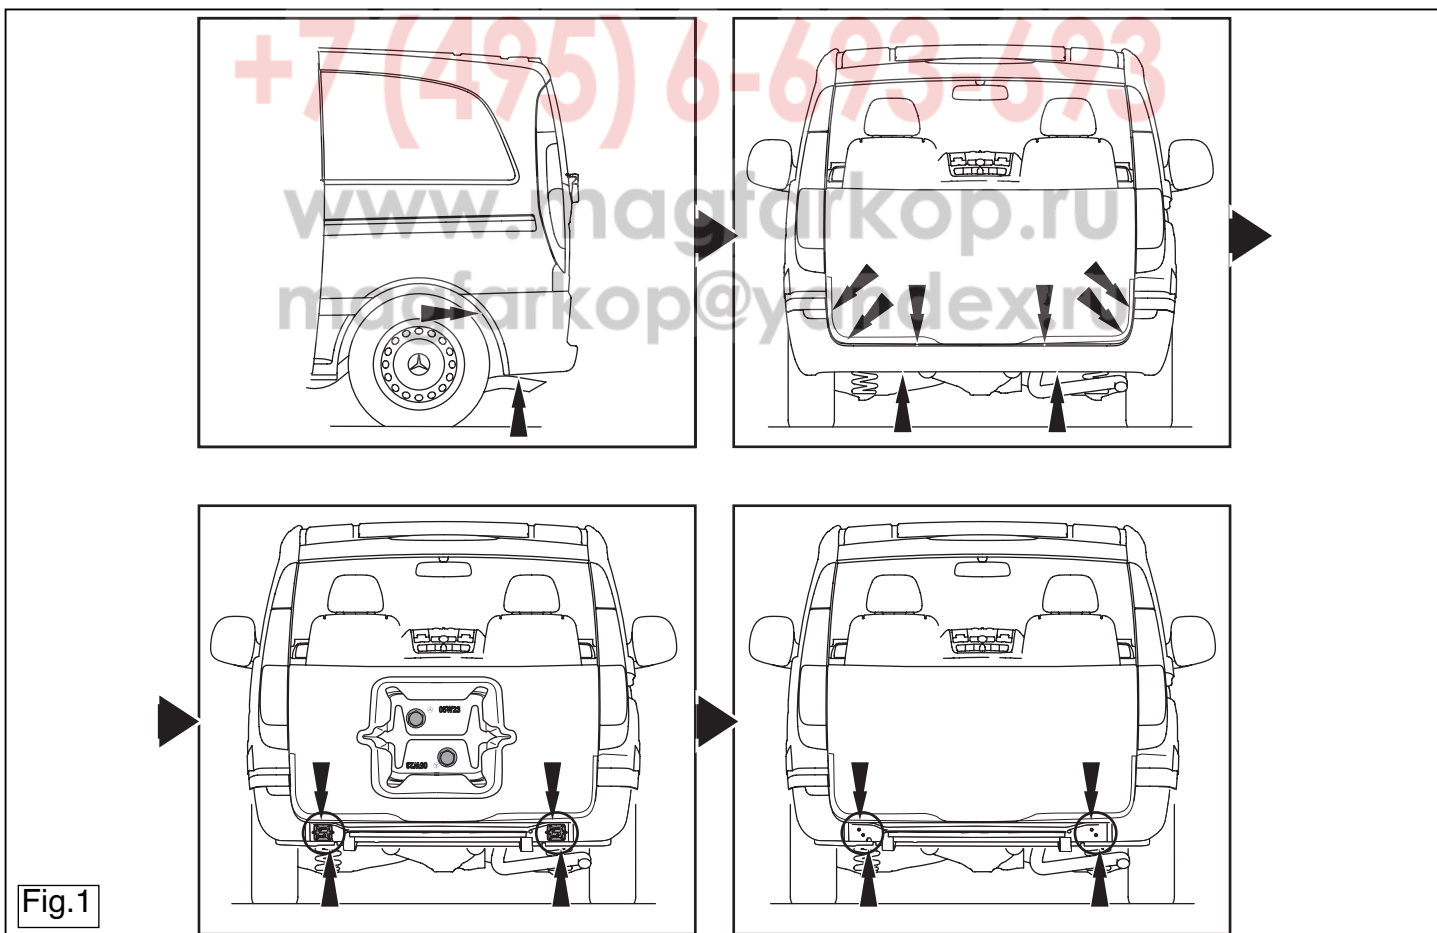

Fig.1
3. Remove the bumper (See figure 1).
4. Dismount the metal cover panels LH and RH side in the position of the frame members. These are fixed with 4 bolts. The cover panels will no longer be used (See figure 1).
8. Saw out the portions as indicated in fig. 1.
3. Démontez le pare-chocs. (Voir la figure 1).
4. Démontez les panneaux de couverture métallique à gauche et à droite au niveau des longorons du châssis. Ils sont fixés avec 4 boulons. Remplacez les boulons. Les panneaux de couverture métallique ne sont pas remontés (Voir la figure 1).
8. Scier les parties indiquées conformément à la figure 1.
3. Die Stoßstange abmontieren (Siehe Abbildung 1).
4. Die Metallabdeckkappen links und rechts im Bereich des Chassis-Schrauben wieder anbringen. Die Abdeckkappen werden nicht mehr benötigt (Siehe Abbildung 1).
8. Gemäß Abb. 1 die angegebenen Teile heraussägen.
3. Zdemontować zderzak (Patrz rysunek 1).
4. Zdjąć metalową pokrywę panelu po prawej i lewej stronie umieszczonej w ramie podwozia. Są one montowane z czterema śrubami. Pokrywy nie będą ponownie wykorzystywane (Patrz rysunek 1).
8. Såga ut delarna enligt fig. 1.
3. Demonter kofangeren (Se fig. 1).
4. Afmonter metalhæfterne til venstre og højre på chassivangerne. Disse er fastgjort med 4 bolte. Sæt boltene tilbage. Hæfterne bliver overflødig (Se fig. 1).